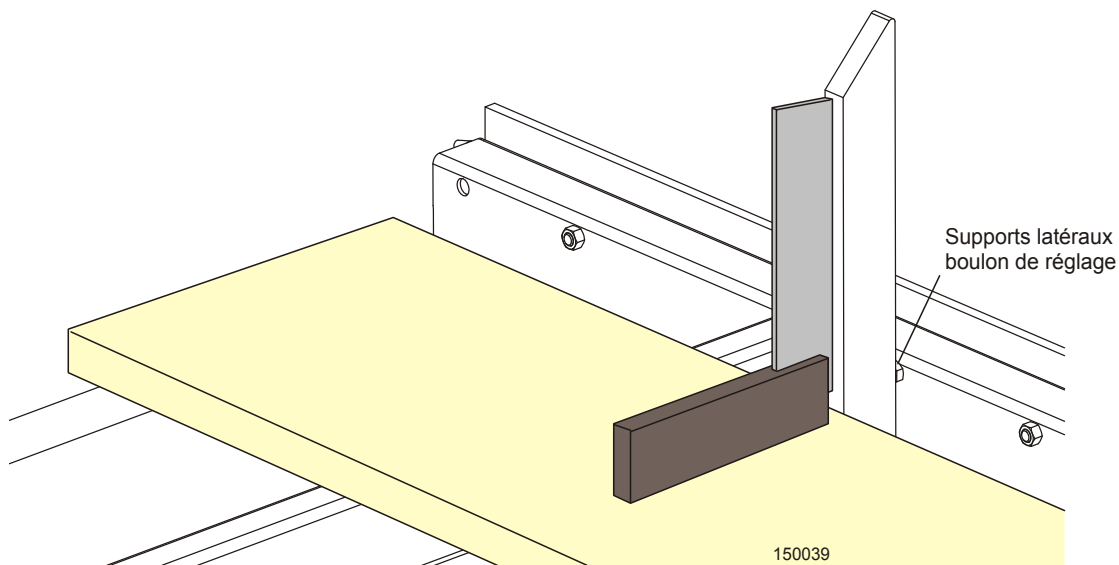

FIG. 8-8
**Voir Figure 8-8.** Desserrez le boulon de réglage supérieur, réglez le support latéral, puis resserrez le boulon. Tournez le boulon de réglage dans le sens contraire des aiguilles d'une montre pour incliner la partie supérieure du support vers l'avant.